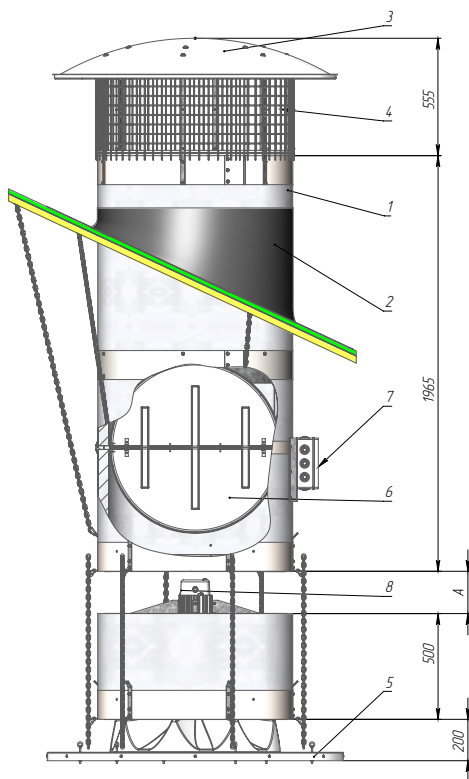

Рис. 7 – Устройство и габаритные размеры камина VBR с управляемым клапаном
3.9 Габаритные размеры приточного вентиляционного камина типа VBR с управляемым клапаном (Рис. 7).
3.12 В зависимости от сезона, расстояние до секции подмешивания ("А" на Рис. 7), должно быть со следующими значениями: